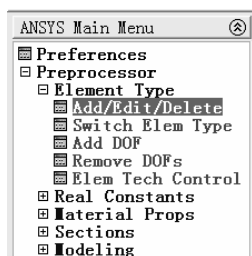
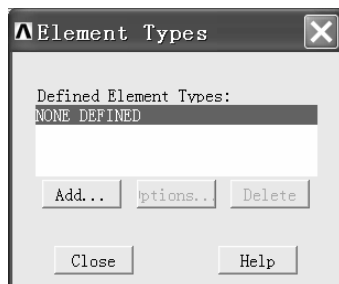

图 10-6 Main 菜单展开
图 10-7 “Element Types” 窗口
(1) 依次选择 Main Menu>Preprocessor>Element Type>Add/Edit/Delete,即首先单击 Main 菜单下的“Preprocessor”,再依次单击“Element Type”→“Add/Edit/Delete”(见图 10-6),弹出“Element Types”窗口(见图 10-7)。